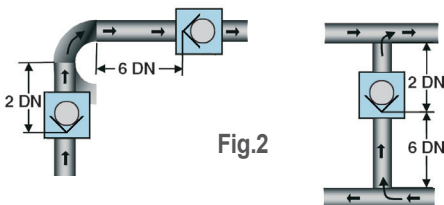

Fig.2
- Respecter le sens de montage des clapets. Fig.2
- Respecter les distances d'installation. Fig.2
- Respect the assembly of the Check valves Fig.2
- Respect the distances Fig.2
- Respetar el sentido de montaje Fig.2
- Respetar las distancias Fig.2
- Соблюдайте минимальные монтажные расстояния между клапаном и другими элементами трубопровода. Fig. 2
- Beachten sie die Montage-richtung Fig.2
- Beachten sie die entfernungen Fig.2
- Respeeteer de montage-richting Fig.2
- Respeeteer de afstanden Fig.2
- Respetar o sentido de montagem das válvulas – Fig. 2
- Respetar as distâncias de instalação – Fig.2